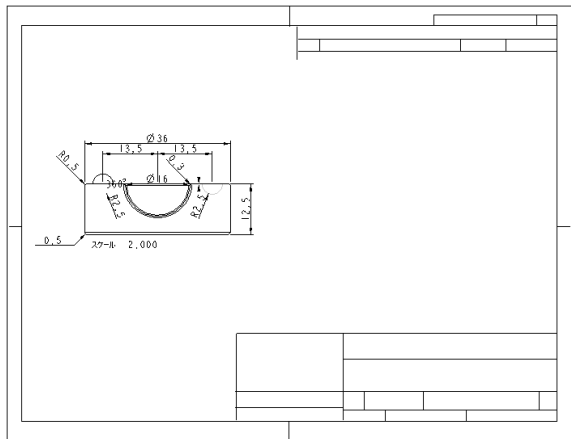

図 10-56 新規図面設定
2) 作成したテンプレート シートを用いてバイス構成部品の「インナー ガイド」図面が作成される (図 10-56)。